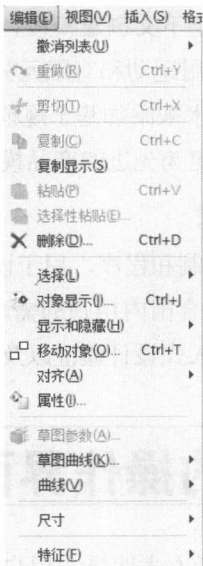

图1-4 “编辑”菜单
- 编辑：当选定一个图元时，可以通过该菜单下的一个命令对其进行编辑和修改，如图1-4所示。